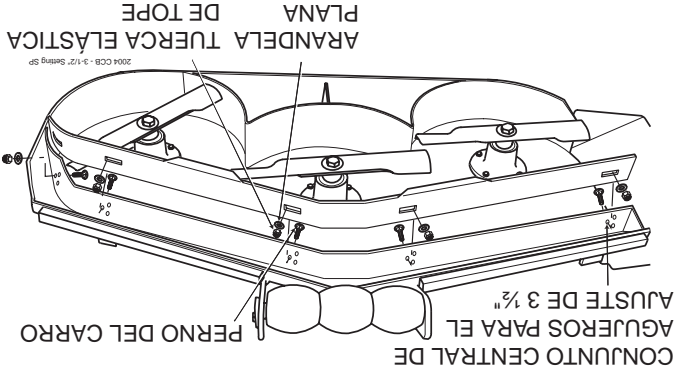

Figura 6-11 Deflector de corte personalizado de 3-1/2"
- B. Posición 3-1/2" - el deflector se instala usando el conjunto central de agujeros en el deflector frontal soldado dentro de la plataforma de corte. (Vea la Figura 6.11, página 29). Para cortes de propósito general, coloque el deflector de corte personalizado en la posición 3-1/2". Esto le da la mejor combinación de desempeño de corte en todos los tipos de césped.